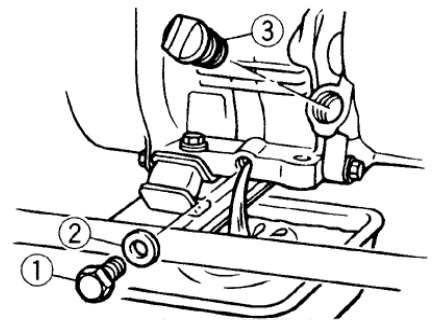

Рис. 4
- Очистите поверхность около сливной пробки (1)(См. Рис.4).
- Отверните сливную пробку (1)(См. Рис.4) и слейте масло.
- Залейте новое масло до верхнего уровня. (3) (См. Рис.4).